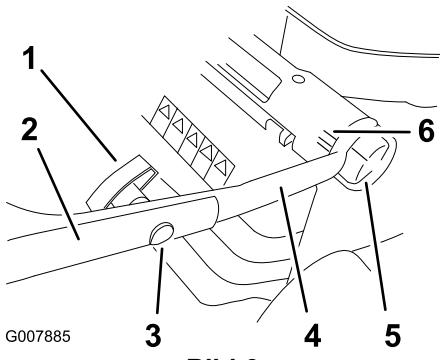

Bild 3
1. Lockern Sie die Griffhöhenhandräder und drehen das untere Handgriffteil in Richtung Rückseite des Rasenmähers, bis es auf eine der in Bild 3 dargestellten Höheneinstellungen ist. Weitere Angaben zum Einstellen der Griffhöhe finden Sie unter „Einstellen der Griffhöhe“.
3. Montieren Sie den oberen Handgriffteil mit den Ovalkopfschrauben und Handräder am unteren Teil, siehe Bild 3). **Ziehen Sie die Handräder gut fest.**
Sie können den Handgriff auf drei verschiedene Höhen einstellen: hoch, mittel und tief (Bild 3). Wählen Sie die Griffhöhe, die für Sie am bequemsten ist.